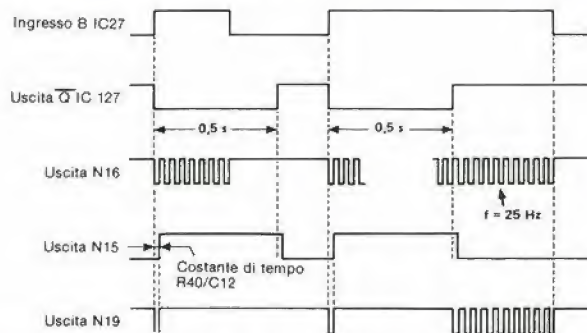

Figura 3. Questo schema degli impulsi dà una buona idea del modo di funzionare del generatore d'impulsi del cursore.
quenza di 25 Hz, ed il cursore si muoverà verso destra o verso sinistra sullo schermo a velocità molto maggiore. Si arriva a questo risultato nel seguente modo. Quando viene azionato un pulsante, l'uscita dell'oscillatore basato su N16 passa immediatamente al livello logico "0". Contemporaneamente viene attivato MMV3, in modo da portare a "0" anche la sua uscita Q. La combinazione R40/C12 ritarda brevemente la reazione di N15 all'apparire dello "0". Di conseguenza N19 passa lo "0" di N16 al contatore. Dopo questo breve intervallo, l'uscita di N15 passa al livello "1", e quindi il segnale dell'oscillatore viene bloccato da N19. Una volta trascorso il tempo del multivibratore (0,5 secondi), l'uscita di N15 torna al livello "0" e viene passata ai contatori la frequenza di 25 Hz. La figura 3 aiuterà a chiarire tutto questo.
Figura 3. L'economizzatore di carburante non indica l'esatto numero di giri, ma dà un'idea generale del fatto che essi siano troppo bassi, troppo alti, o giusti.
La figura 3 mostra come funziona il display in relazione alla curva coppia/velocità di rotazione. Basteranno tre LED. Avere un segnale acustico supplementare significa che non si devono tenere d'occhio i LED in continuità. Una nota breve segnala il passaggio dal campo del verde a quello del rosso, ed indica che è il momento di cambiare marcia. Quando si supera il numero di giri massimo viene generata una nota di avviso intermittente.
2. Il limite inferiore ($n1$) e quello superiore ($n2$) della velocità di rotazione del motore, vengono ricavati dalla curva coppia/giri del motore (vedi figura 3). Se la curva non si trova nel manuale, chiedetela al rappresentante da cui avete comprato la macchina.